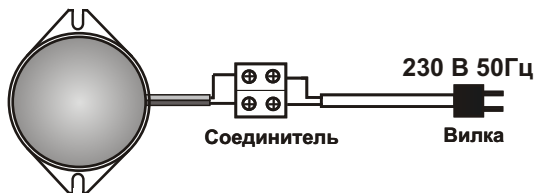

Рис.2 Схема подключения устройства “СБ-3”.
5.1. Перед установкой необходимо проверить внешний вид устройства на отсутствие повреждений и проверить работоспособность следующим образом: подключить к выводам устройства (рис.2) напряжение 230 В. При этом должны мигать светодиоды устройства.
5.2. На рис.2 показана схема подключения “СБ-3”